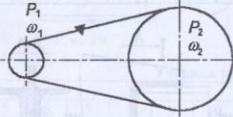

Рис. 23
4. Рассчитать клиноремённую передачу (рис. 23). Мощность на ведущем валу P_1 , угловая скорость ведущего шкива ω_1 и угловая скорость ведомого шкива ω_2 приведены в табл. 23.